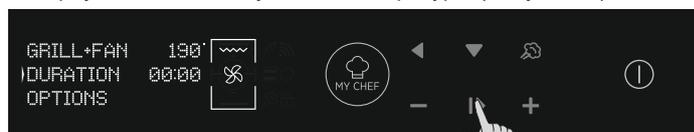

Рисунок 11
- Натисніть **ВНИЗ**, щоб змінити тривалість приготування. Це можна зробити, натиснувши кнопки **ПЛЮС** і **МІНУС**, коли стрілка на дисплеї вказує на вкладку **ТРИВАЛІСТЬ (DURATION)**. Натисніть **ОК**, щоб розпочати приготування або **НАЗАД**, щоб повернутися до налаштування температури. (Рисунок 11)